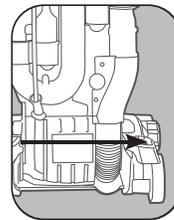

Fig. 3
1. Pour activer l'aspirateur, appuyez sur la pédale de mise en marche située sur le côté droit du balai de l'aspirateur (du point de vue de l'utilisateur) (Fig. 3).